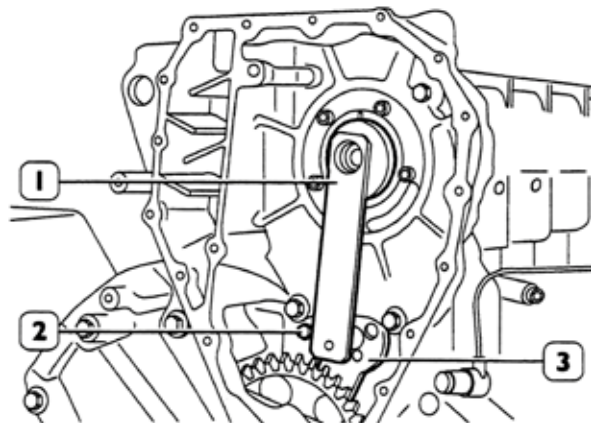

Figura 171
- Afrouxe os parafusos (4) de fixação da engrenagem de distribuição (3), afrouxe o parafuso (2, figura 171) de fixação do suporte e desloque o suporte (3, figura 171) a fim de obter a folga prescrita.
- Aperte o parafuso (2, figura 171) de fixação do suporte e os parafusos (4).
- Aperte os parafusos (5) de fixação da engrenagem ao momento prescrito.